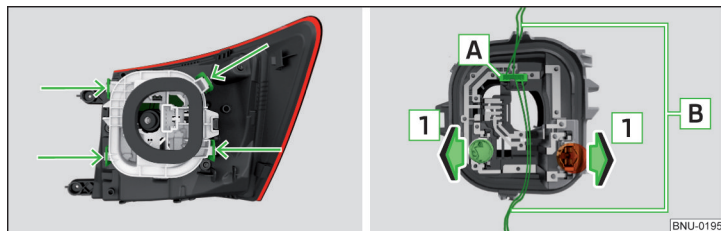

Fig. 345 Parte exterior de las luces/ Soporte con bombillas
- Desbloquee el portalámparas en las áreas señaladas con las flechas » fig. 345 y extraerla de la lámpara.
- Antes de colocar el portalámparas verificar en la lámpara, si el conector  » fig. 345 está colocado correctamente entre la lámpara y el portalámparas.